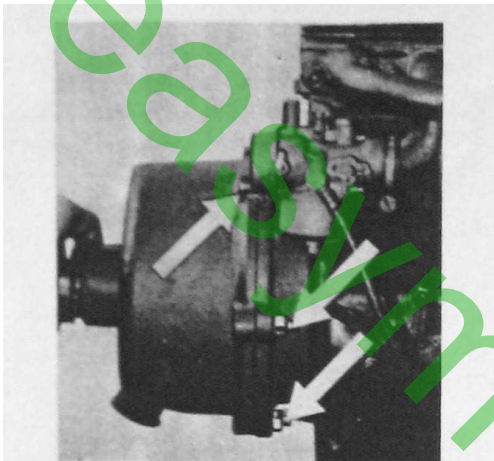

Fig. 12
1. Kupplungsgehäuse vom Lagerflansch abschrauben (Fig. 12).
1. Detach clutch housing from bearing flange (Fig. 12).